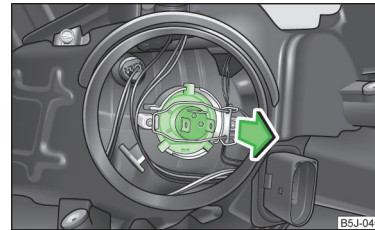

Abb. 154
- › Den Stecker an der Glühlampe abziehen, den Sicherungsbügel entriegeln und die Glühlampe herausnehmen » Abb. 154.